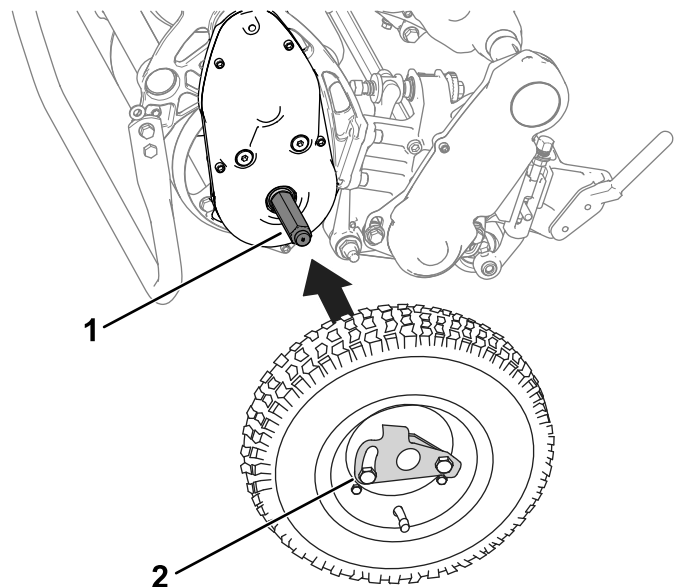

Figura 27
- Deslice una rueda sobre un eje (Figura 27).
- Gire el clip de retención de la rueda (Figura 27) alejándolo del centro de la rueda, dejando que esta entre más en el eje.